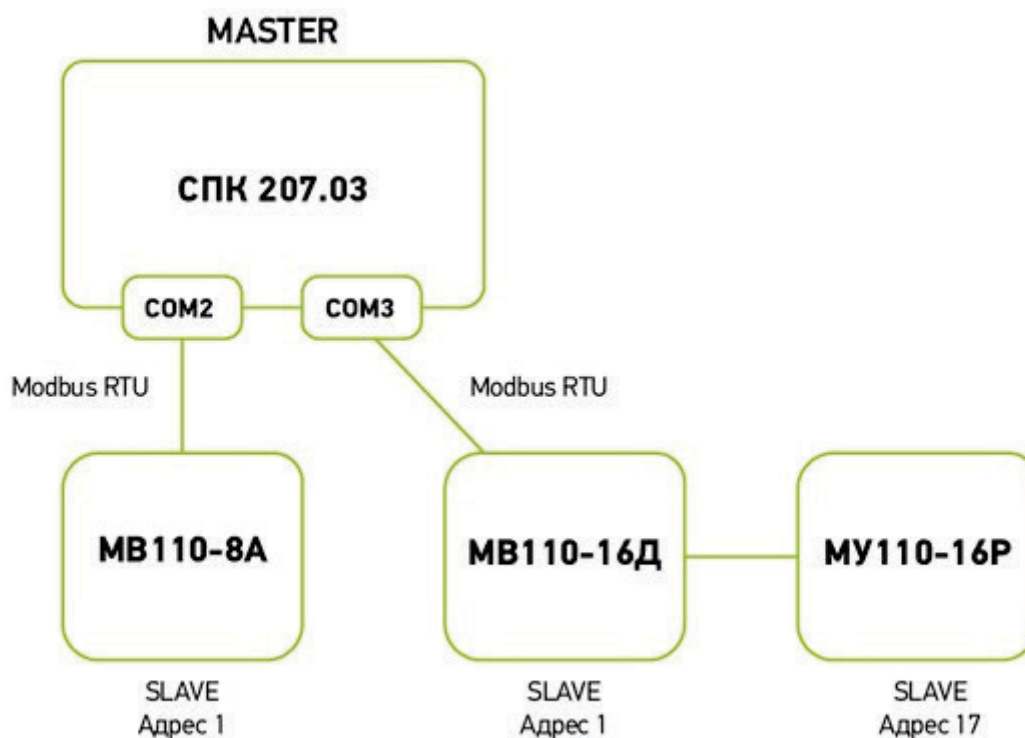

Рис. 3.14. Структурная схема примера **Шаблоны модулей Mx110**
Структурная схема примера приведена на рис. 3.14:
1. Настройте модули **Mx110** с помощью программы **Конфигуратор Mx110** в соответствии с табл. 3.1. Подключите модули к COM-портам СПК (в соответствии с рис. 3.14).